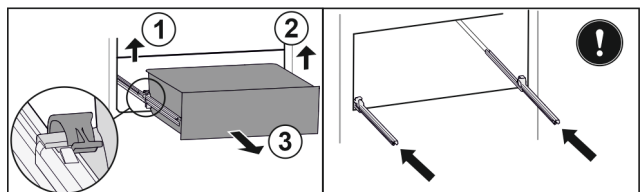

Fig. 91
- ▶ Приподнимите левый зажим и одновременно вытяните движением вперед выдвижной ящик слева. Fig. 91 (1)
- ▶ Приподнимите правый зажим и одновременно вытяните движением вперед выдвижной ящик справа. Fig. 91 (2)
- ▶ Извлеките выдвижной ящик движением вперед. Fig. 91 (3)